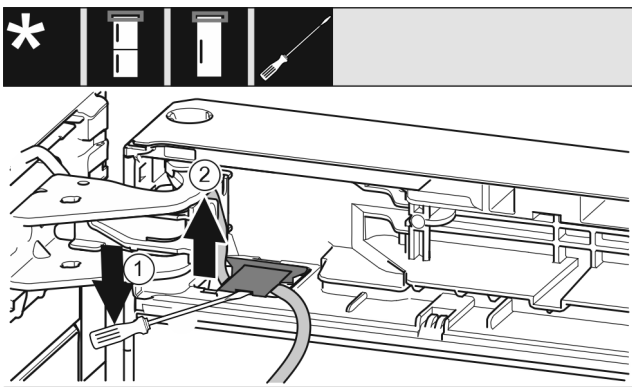

Fig. 19
- ▶ Mit dem Schlitzschraubendreher die Abdeckung anheben und herausziehen. Fig. 19 (1)
- ▶ Das Kabel herausziehen. Fig. 19 (2)